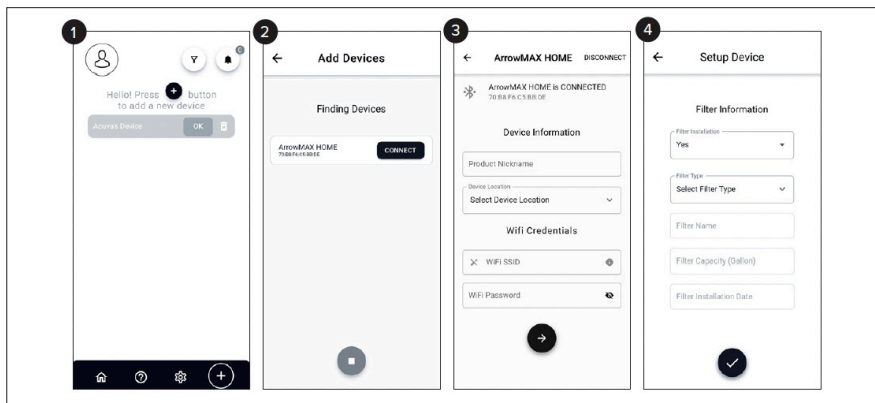

Figura 13: Configuración de la Aplicación
- b. A continuación, se debe añadir el dispositivo a la cuenta mediante los siguientes pasos, como se ilustra en la **FIGURA 13**.